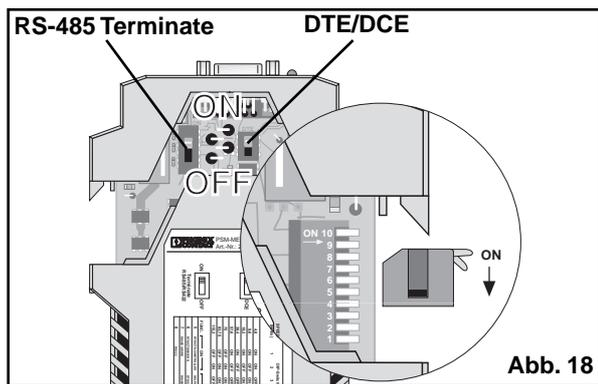

Abb. 18
- 2) Wenn die selbststeuernde Betriebsart gewählt wurde, stellen Sie die Übertragungsrate mit Hilfe der DIP-Schalter S1-S4 (Abb. 18) und der Tabelle unten ein.
- 5) Aktivieren Sie gegebenenfalls die Abschlußwiderstände Abb. 18 (Beachten Sie den Abschnitt 8 „Abschlußwiderstand für die RS-485/RS-422-Schnittstelle“, Seite 12).